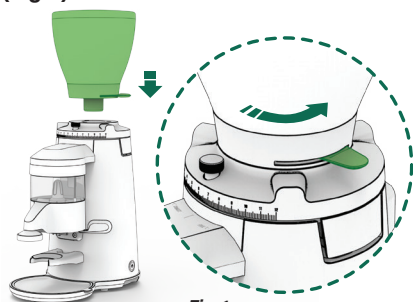

Fig. 1
Colocar la tolva (2) en el regulador de molienda (7) y asegurarse que el obturador de café (4) está en la posición de cerrado (Fig. 1).